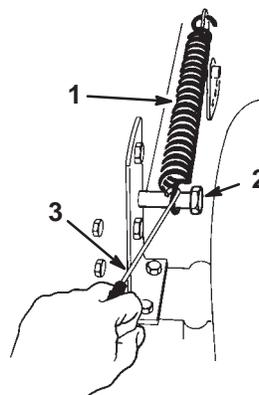

Figure 34
- Décrochez le boulon de fixation du ressort compensateur de hauteur de coupe (Fig. 34), à l'aide du crochet fourni avec le tracteur.